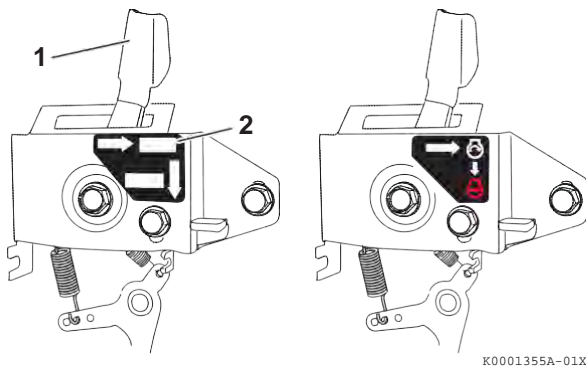

Figura 12
2. Se il controllo di velocità motore è simile a **Figura 12** fare scorrere la leva di controllo velocità motore (**Figura 12, (1)**) in posizione RUN (**Figura 12, (2)**).